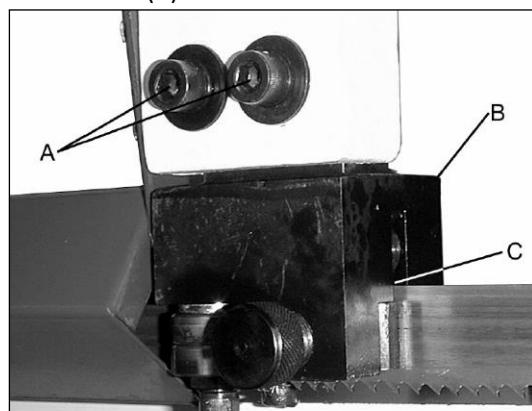
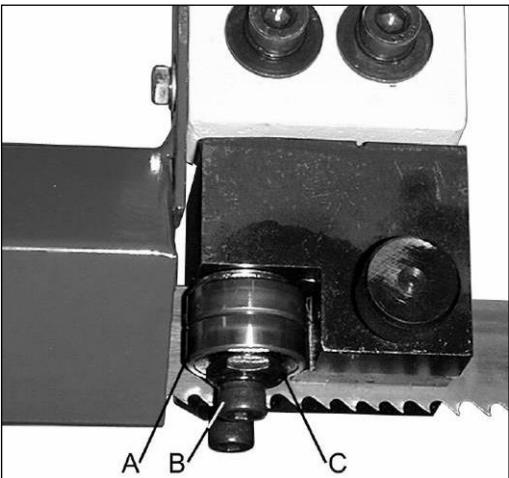

Рис.22
Рис.23
Ослабьте винты (A, рис. 22) и установите задний ролик на расстояние примерно 0,1 мм от спинки пильного полотна (C). Снова затяните винты.
Ослабьте твердосплавные вставки (A, Рис. 22), ослабив винты (B). Отодвиньте вставки от полотна. Ослабьте стопорные винты (B, рис. 23). Поворачивайте эксцентриковый вал (C), пока зазор между полотном не составит 0,05 мм.